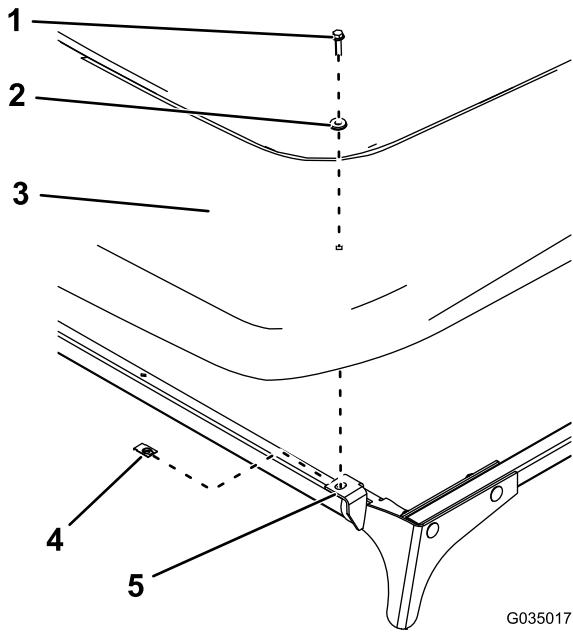

图15
16. 如图15 所示, 用 2 个夹子、2 个密封垫圈和 2 个六角头螺栓 (1/4 x 1 英寸) 将遮阳篷安装到前安装板上。